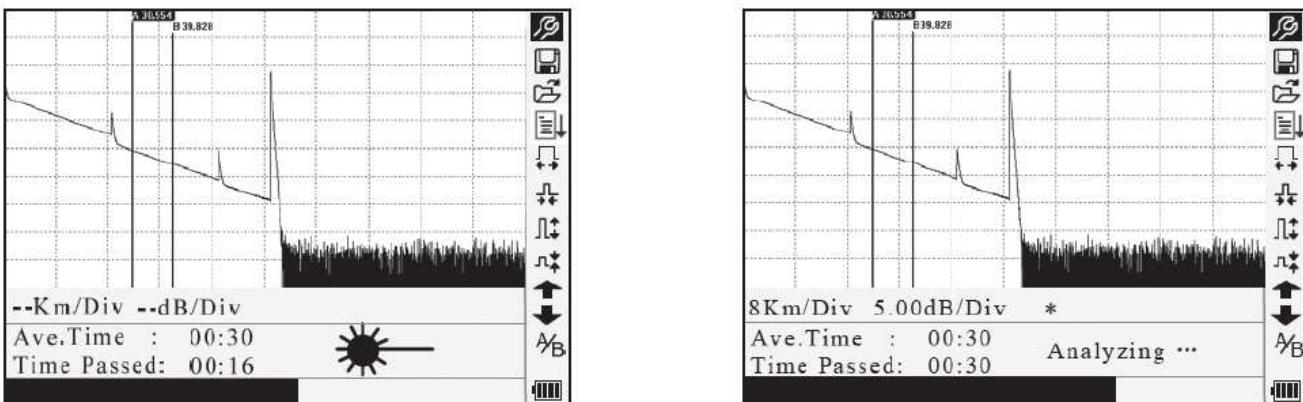

Рисунок 4-3. Измерение
2. Для запуска измерения нажмите кнопку Run/Stop (рисунок 4-3).